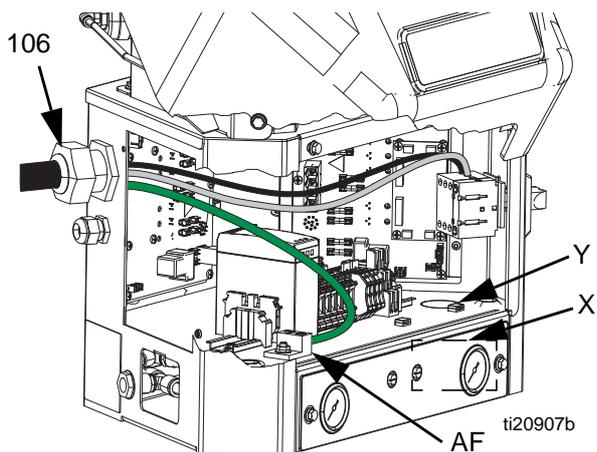

**FIG. 13** : Cavaliers
4. Veiller à ce que les cavaliers du bornier soient correctement positionnés par rapport à la phase et la tension utilisées. Si cela est nécessaire, les changer de place pour qu'ils correspondent FIG. 15 à la page 19. Consulter le tableau suivant, FIG. 13 et FIG. 15.